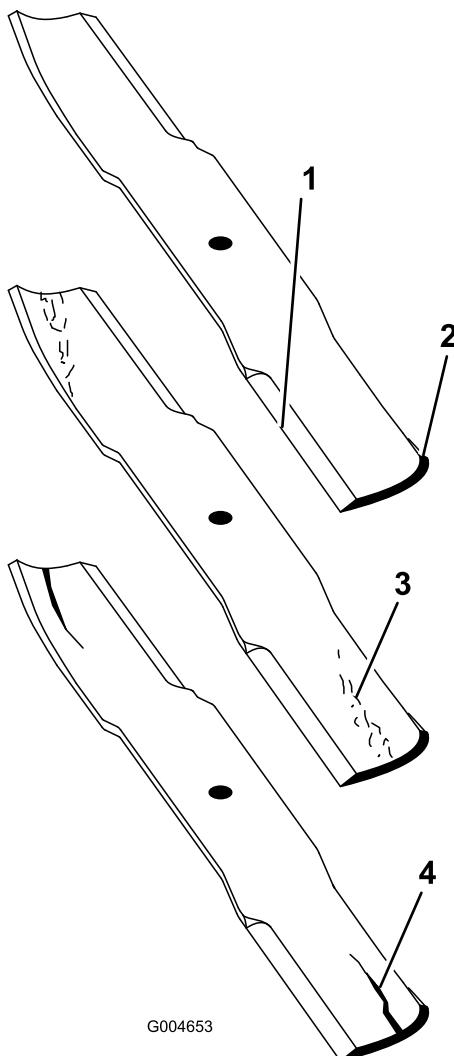

Figure 93
2. Examinez attentivement les tranchants de la lame, particulièrement au point de rencontre des parties plane et incurvée (Figure 93). Le sable et les matières abrasives peuvent éroder le métal à cet endroit, c'est pourquoi il est important de contrôler l'état de la lame avant
d'utiliser la tondeuse. Remplacez la lame si elle vous semble usée (Figure 93).
Si la lame est trop usée, une entaille se forme entre la partie incurvée et la partie plane (Figure 93). La lame risque alors de se briser et un morceau peut alors être projeté du dessous de la machine, vous blessant gravement, vous ou une personne à proximité.